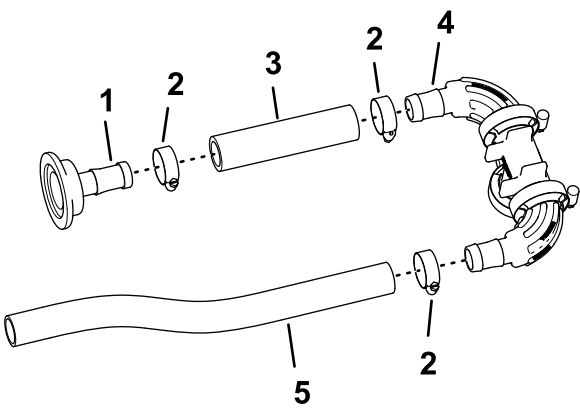

Figura 88
tubos (3/4 a 1-1/2 pol.) e aperte a braçadeira à mão (Figura 88).
2. Monte a outra extremidade do tubo (1 x 5-3/4 pol.) na união estriada do coletor com uma braçadeira de tubos como se mostra na Figura 88 e aperte a braçadeira à mão.
3. Monte o tubo (1 x 16 pol.) na outra união estriada do coletor com uma braçadeira de tubos e aperte a braçadeira à mão (Figura 88).